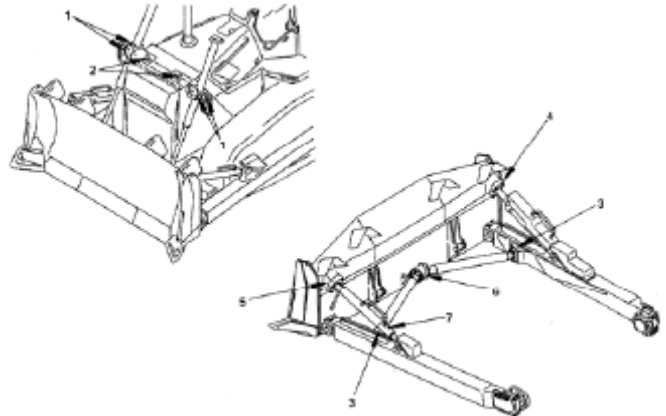

Рис.4-8
- (1) Опустите рабочее оборудование на землю и затем остановите двигатель.
- (2) Поверните ключ зажигания в положение ON. Вытяните кнопку автоматической смазки (Рис.4.8).
- (3) Переключите переключатель напряжения автоматической смазки в позицию автоматической смазки.
- (4) После введения смазки в смазочные точки, вытрите вытекшую старую смазку.